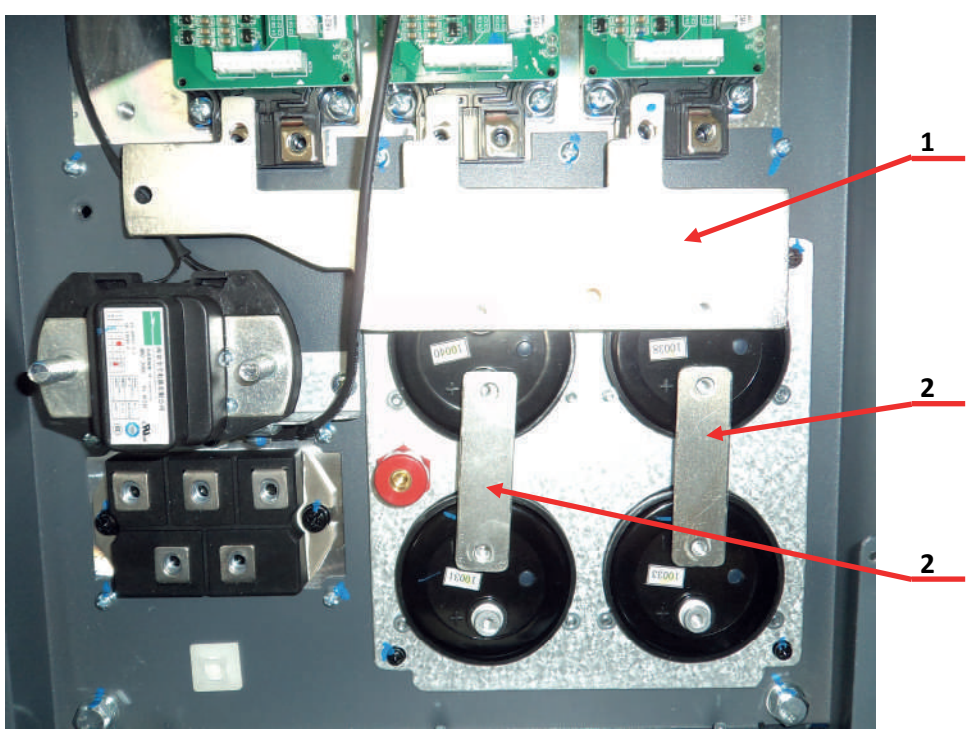

Рис.6.24
6.11.12. Извлечь шину «->» 4.4.28 поз.1 и монтажные шины 4.4.28 поз.2 (рис. 6.24) и положить их в тару 3.1.16.